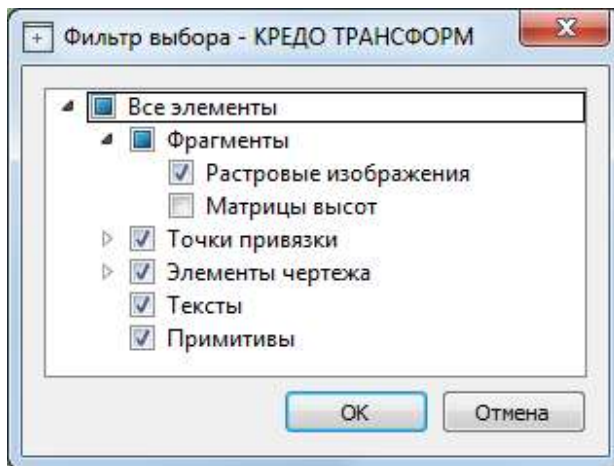

Рисунок 53
- При нажатии на кнопку **Фильтр выбора**  вызывается диалог **Фильтр выбора** (см. рис. 53). Аналогичный диалог вызывается командой **Изменить текущий фильтр** из списка.